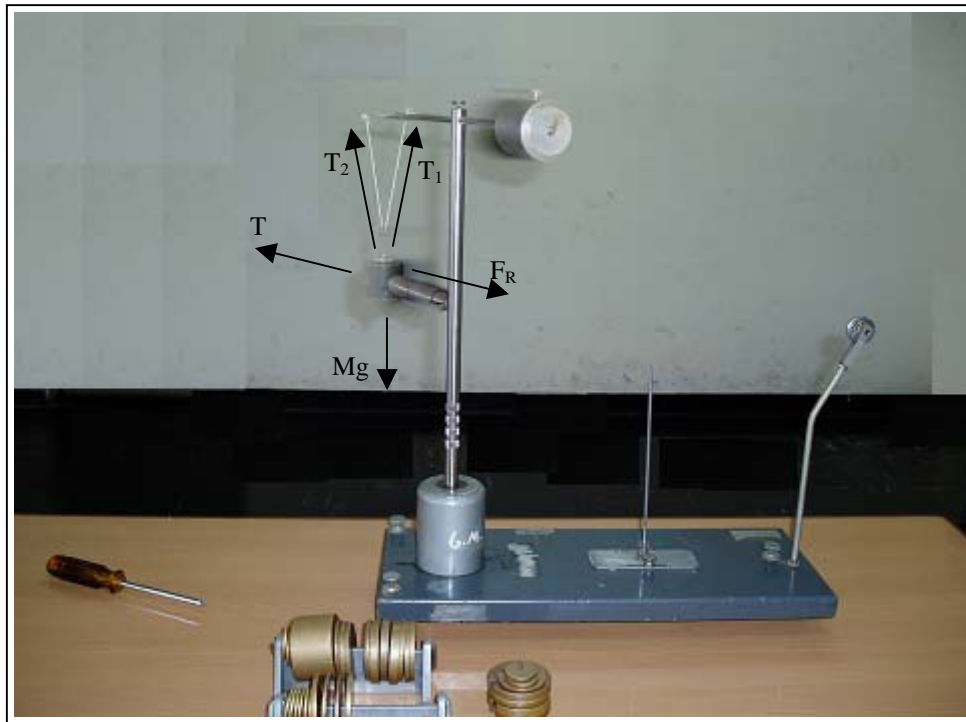

Figura 3
2. observe la figura 3. Como se trata de usar el diagrama de cuerpo libre se puede demostrar que: